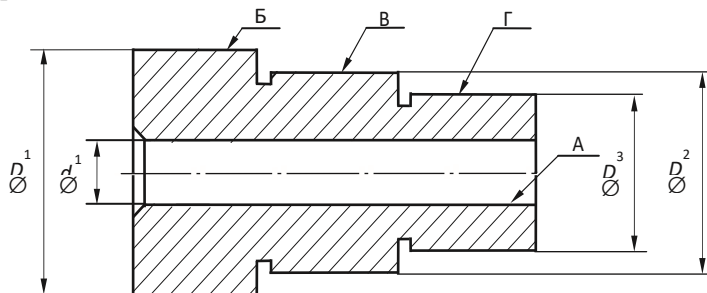
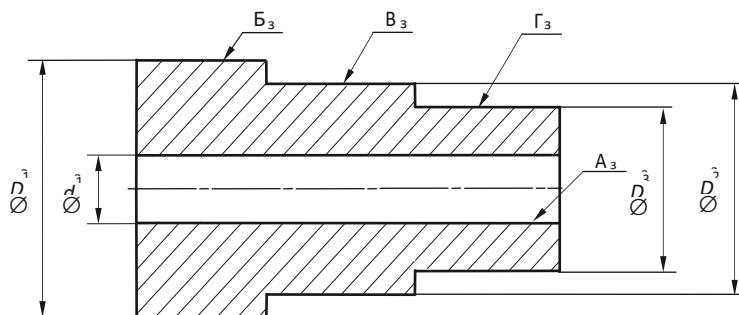

Рис. 2. Эскиз детали
Рис. 3. Эскиз заготовки
Исходя из служебного назначения детали (рис. 2) в изделии, к последней предъявляются представленные в табл. 1 требования по точности размеров ($\square D_1$, $\square D_2$, $\square D_3$, $\square d_1$) и шероховатости поверхностей А, Б, В, Г. Заготовкой для данной детали является отливка (рис. 3), точность соответствующих размеров и шероховатость поверхностей которой представлена в табл. 2. Учитывая данные табл. 1 и 2 и основываясь на коэффициентах уточнения, в направлении от детали к заготовке по поверхностям А, Б, В, Г, необходимо назначить набор методов обработки, которые в своей совокупности обеспечат заданное качество обработанной поверхности.
4. По заданию преподавателя выбрать из табл. 1 и 2 вариант задания в соответствии с рис. 2 и 3.